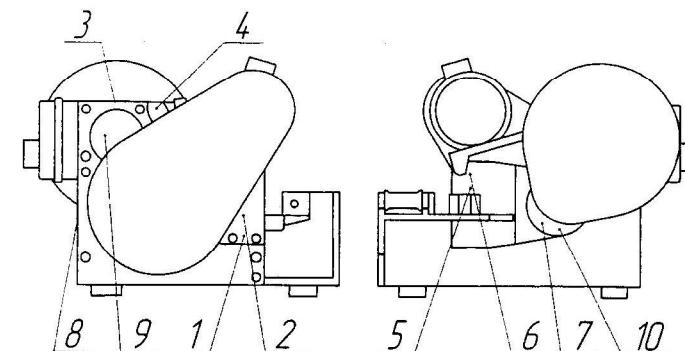

Рис. 8. Общая схема смазки
7.1. Схема смазки представлена на рис.8. Все точки смазки указаны в табл. 7